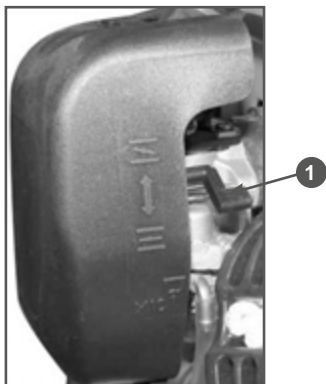

Рис. 9 Расположение воздушной заслонки
4. Закройте воздушную заслонку. Для этого рычаг заслонки 1 поднимите вверх (Рис.9).